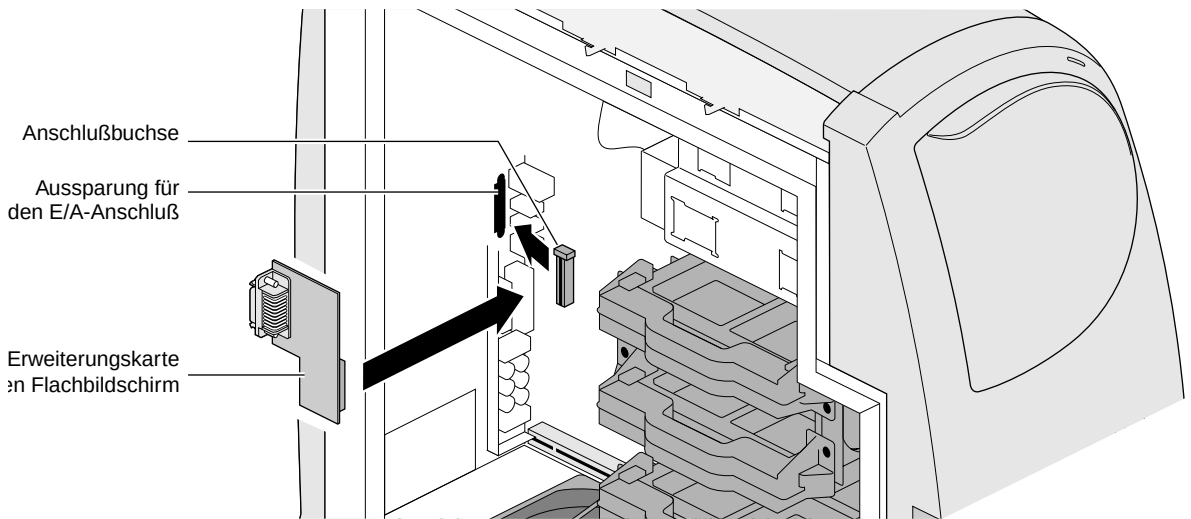

Abbildung 5-9 Einsetzen der Erweiterungskarte für den Flachbildschirm
8. Der Anschluß für die Erweiterungskarte des Flachbildschirms befindet sich an der Innenseite des Gehäuses unter dem Netzteil. Siehe Abbildung 5-9.